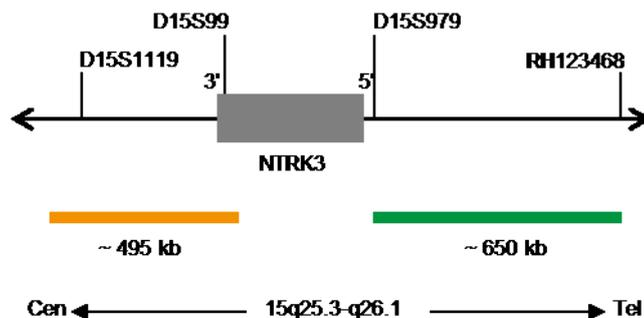

Abb. 1: SPEC NTRK3 Sondenlokalisierung (nicht maßstabsgetreu)
- ZyGreen (Anregung 503 nm/Emission 528 nm) markierten Polynukleotiden (~10 ng/μl), die gegen Sequenzen in 15q25.3-q26.1\* (chr15:88,825,346-89,475,889) gerichtet sind, welche distal zur NTRK3-Bruchpunktregion lokalisiert sind (siehe Abb.1).
- ZyOrange (Anregung 547 nm/Emission 572 nm) markierten Polynukleotiden (~4,5 ng/μl), die gegen Sequenzen in 15q25.3\* (chr15:87,976,717-88,471,002) gerichtet sind, welche proximal zur NTRK3-Bruchpunktregion lokalisiert sind (siehe Abb. 1).